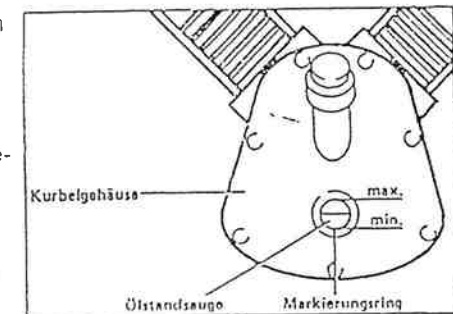

Bild 5-1
- Am Ölstandsauge (Bild 5-1) Ölstand im Kompressor prüfen bzw. nachfüllen, siehe Abschn. 6.2.1, oder Kompressoröl wechseln, siehe Abschn. 6.2.2.